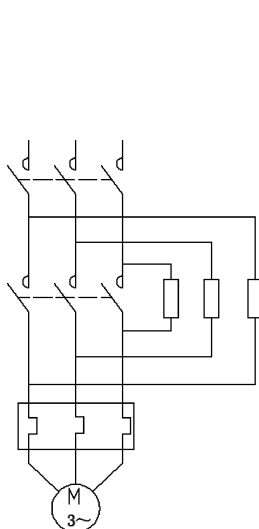

图 6-102 绘制
(11) 单击“默认”选项卡“绘图”面板中的“直线”按钮, 绘制电阻 R 与主干竖线之间的连接线, 如图 6-102 所示。